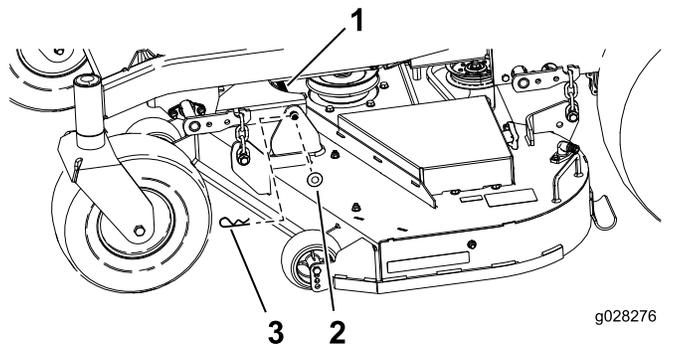

Figure 71
1. Retirez la goupille fendue et la rondelle qui fixent l'axe de liaison au cadre et au plateau, et déposez l'axe (Figure 71).
9. Fixez l'axe de liaison avec les goupilles fendues et les rondelles retirées précédemment (Figure 71).